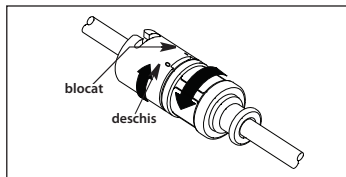

Figura 3
- b. Dacă se utilizează un ecran anticontaminare pentru cateter cu adaptor TwistLock (când este furnizat), asigurați-vă că adaptorul dublu al ecranului anticontaminare al cateterului este complet deschis (consultați Figura 3).